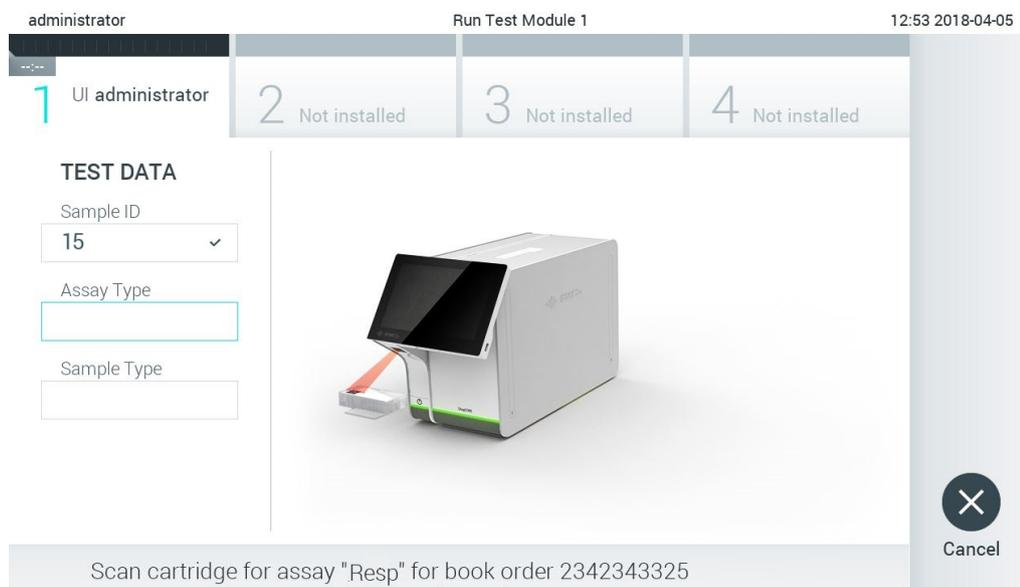

図 83. QIAstat-Dx assay cartridge バーコードをスキャン。
4. ホストからの検査依頼取得に成功した場合は、「Scan cartridge for assay <assay_name> and book order <order_number>」 (<assay_name (アッセイ名) > アッセイおよび予約依頼 <order_number (依頼番号) > のカートリッジをスキャン) と表示されます。指定された QIAstat-Dx assay cartridge のバーコードをスキャンします (図 83)。